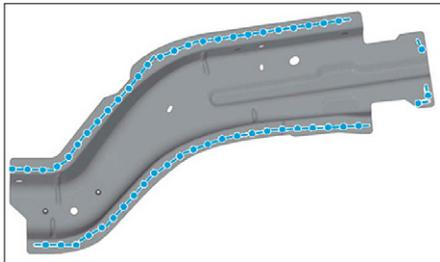

FIG. 25
- Préparer les zones d'accostages, et les protéger par un apprêt soudable (Fig.25).